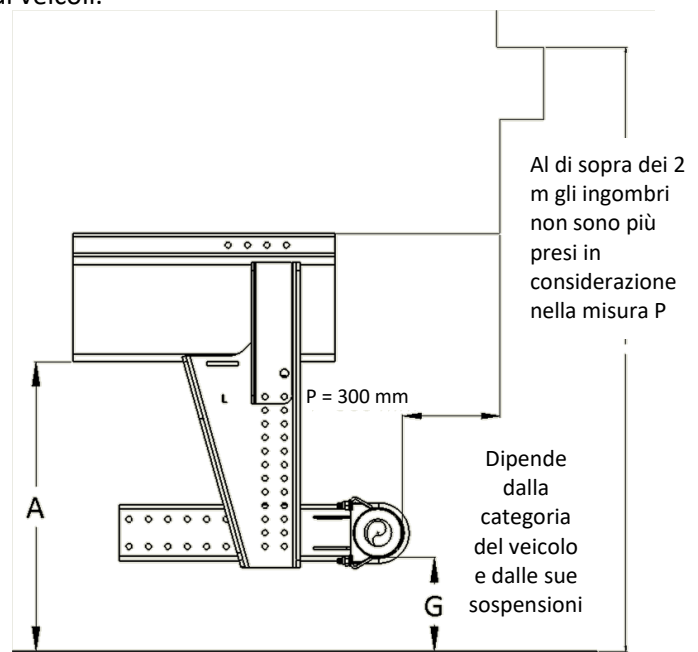

Figura 3
- Sospensione idraulica, idropneumatica: $G \leq 450 \text{ mm}$ (vedi figura 3) o angolo di uscita che non supera 8° con un max a 550 mm.
- Altre sospensioni: $G \leq 500 \text{ mm}$ (vedi figura 3) o angolo di uscita che non supera 8° con un max a 500 mm.
il posizionamento del dispositivo paraincastro deve permettere il rispetto della misura $G \leq 550$ (vedi figura 3).
- Rispettare le misure di altezza dal suolo del profilo, **A** max e **G** (vedi Figura 3).
- Posizionare il braccio (5) in funzione della regolazione scelta (vedere pagina precedente e la figura 3).
- Posizionare il braccio sulla piastra, poi fissarlo con 2 viti M14 Classe 10.9 min (10), 4 rondelle (11) e 2 dadi M14 classe 10 (12).
- Verificare che la misura tra il centro del tubo e la strada sia conforme (vedi figura 3).
- Serrare i 2 dadi classe 10 (12) alla coppia secondo la tabella 1.
- Mettere altre 2 viti M14 Classe 10.9 min (10), 4 rondelle (11) e 2 dadi M14 classe 10 (12).